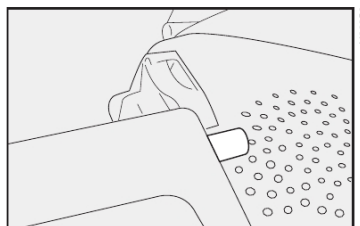

fig. 65
2) Retire o pino guia do bagagito da sua sede **fig. 65** e remova-o.